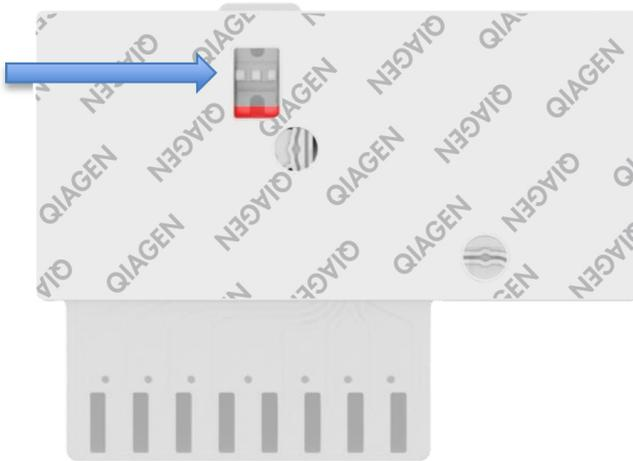

Figura 23. Ventana de inspección de muestras (flecha azul).
8. Revise la ventana de inspección de muestras del QIAstat-Dx Respiratory SARS-CoV-2 Panel Cartridge para confirmar visualmente que la muestra se ha cargado (figura 23).